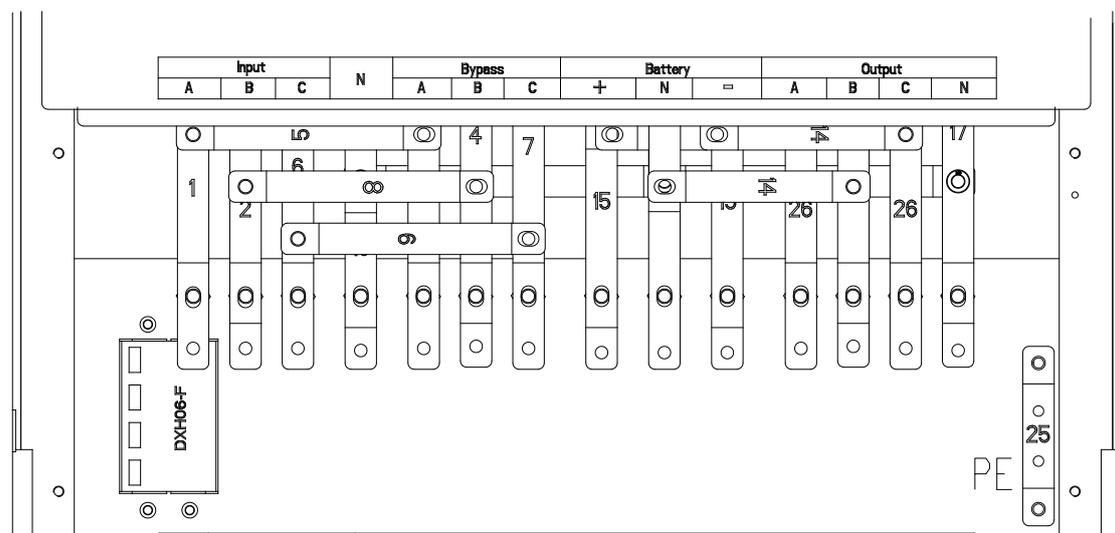

Fig.3-12 Terminali di collegamento
2. Aprire la porta anteriore del cabinet, rimuovere la copertura in plastica. I terminali d'ingresso, di uscita, di batteria e di PE sono rappresentati in fig. 3-12.